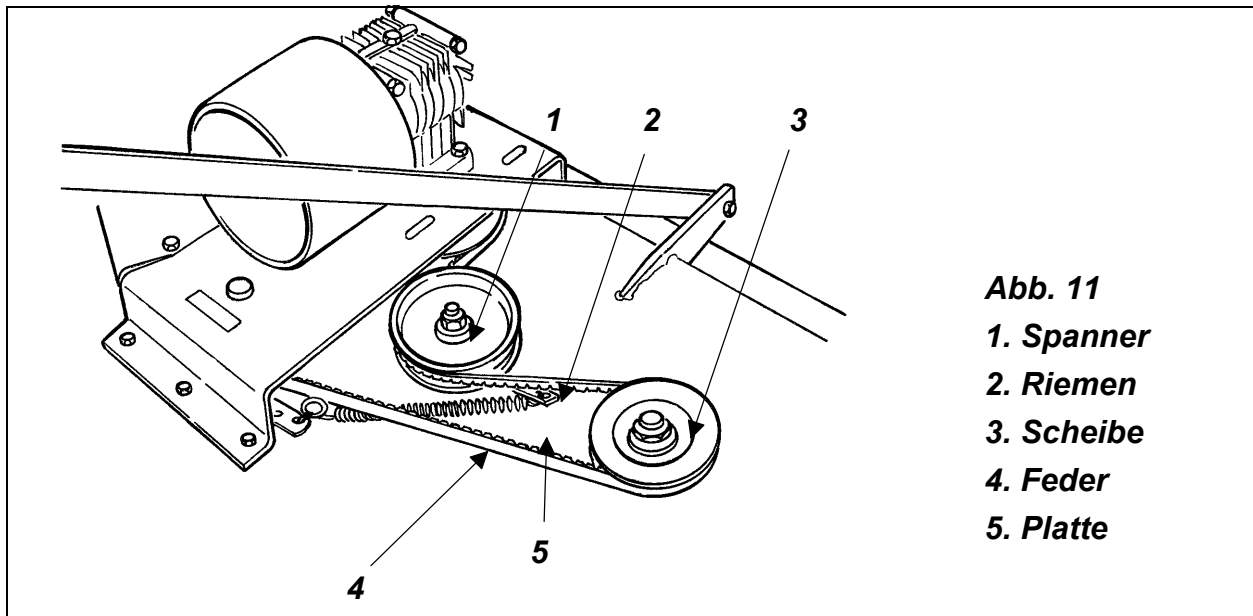

Abb. 11
Die Riemenspannung wird an einer automatischen Spanneinrichtung mit einer 3-Löcher Platte eingestellt (**siehe Abb. 11**). Bei der Lieferung der Maschine liegt die Riemenspannfeder am ersten Loch. Die Riemenspannfeder am zweiten und/oder dritten Loch einfügen, wenn das Keilriemen gelöst ist. Wenn die Keilriemen abgenutzt ist und langsam am dritten Loch ist, muß sie ersetzt werden.
4. Die 3 Muttern, die die zentrale Platte vorne am Rahmen befestigen, entfernen (**siehe Abb. 11**).
2. Die automatische Spanneinrichtung ausschalten und die Riemenspannfeder befreien (**siehe Abb. 11**).